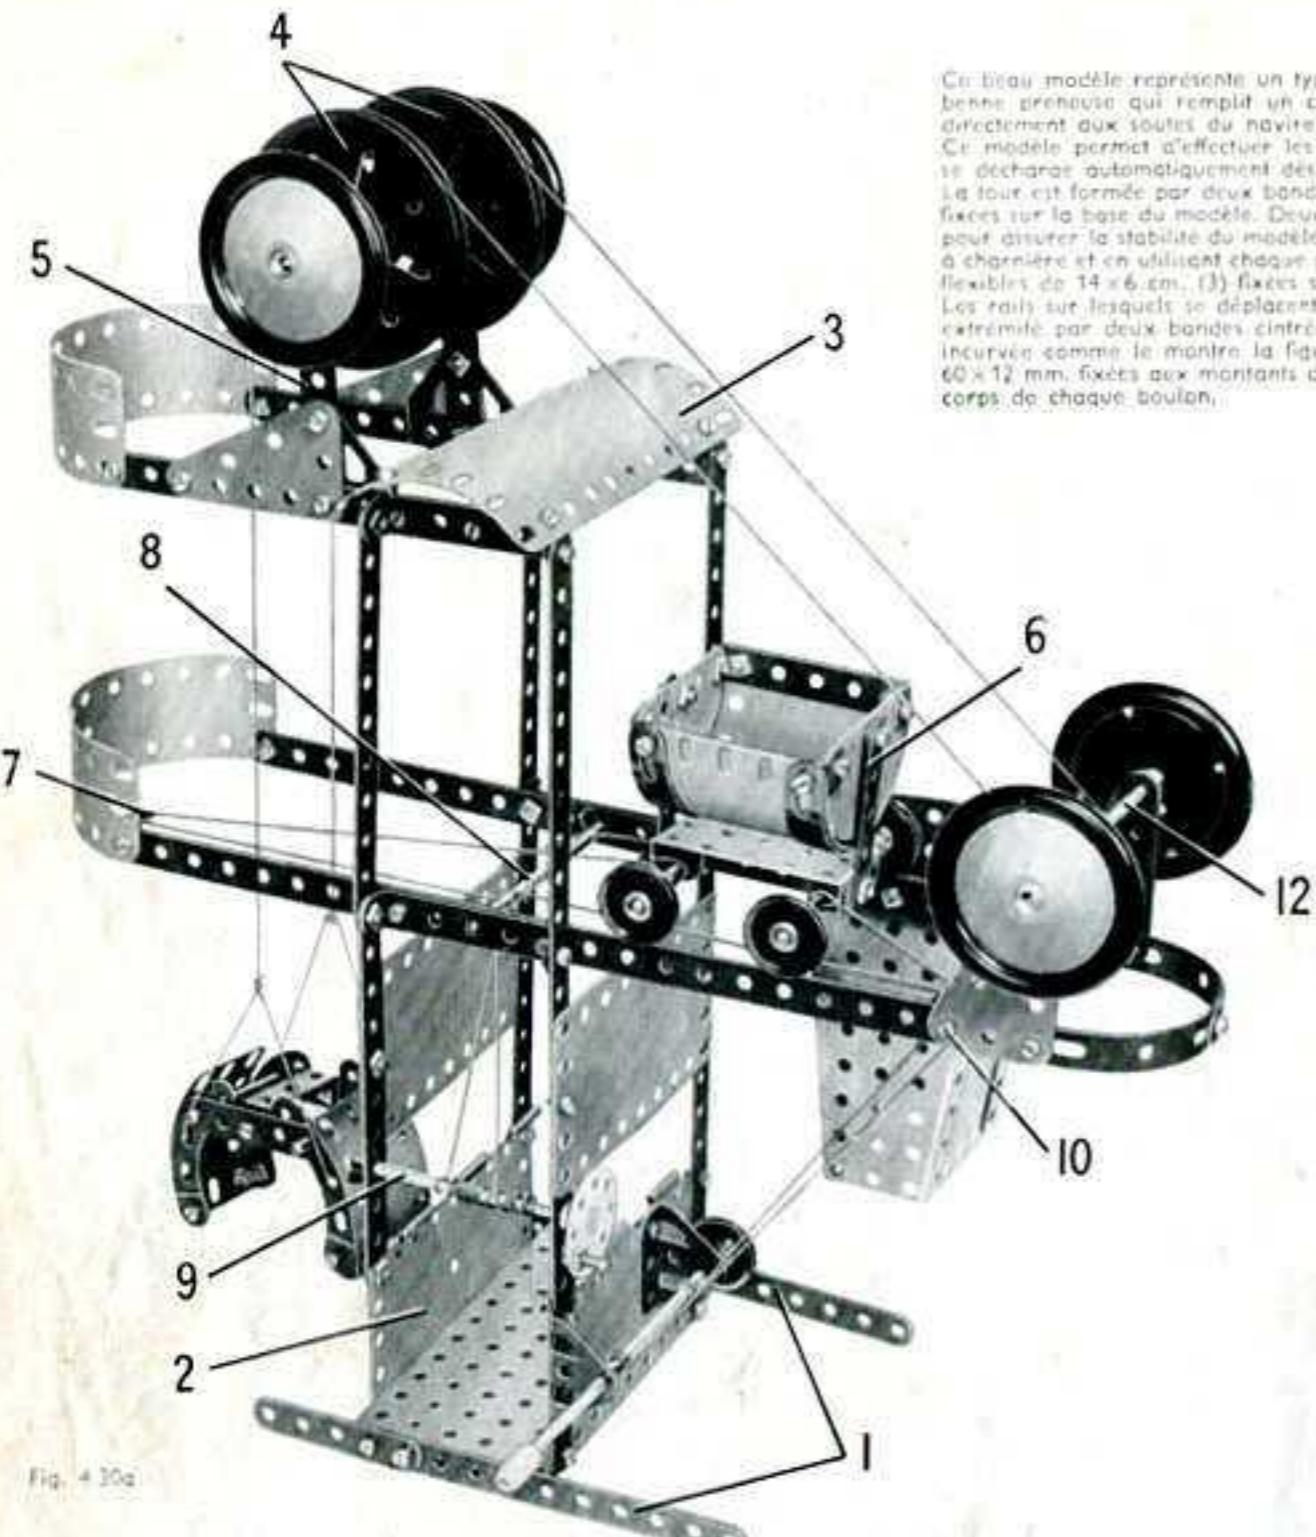

Fig. 4.30a
Le chariot est constitué par deux plaques cintrées de 43 mm. de rayon et deux plaques semi-circulaires réunies l'une à l'autre par des bandes coulées de 60 x 12 mm. Il pivote sur des boulons de 9,5 mm. fixés sur les bandes de 5 trous (6). L'un des côtés du chariot est lesté par deux bandes cintrées à glissière boulonnées sur les bords de la plaque cintrée comme le montre la figure 4.30a. La base du chariot est une plaque à rebords de 6 x 4 cm.; un support double boulonné au centre de chaque rebord sert de support aux triangles de 9 cm. qui portent des poulies de 25 mm.